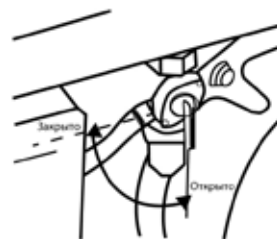

Рис. 6
- Поверните топливный кран в положение «Открыто» (Рис. 6).